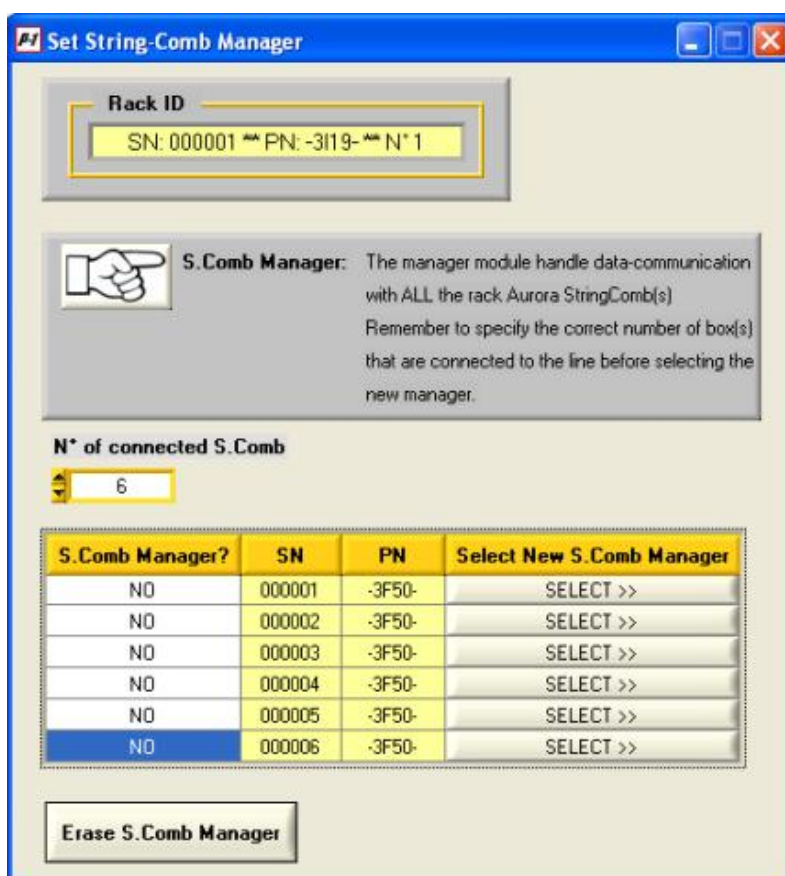

Figura 18-6 : Scelta dello StringComb Manager
- Il numero di moduli presenti nel rack (Module N.), la modalità di funzionamento (Mode) e il numero di string-box connesse (S.Comb N.). Tramite [**Set S.Comb Manager**] si accede al menu (Figura 18-6) tramite il quale, premendo il tasto [**SELECT>>**], si assegna al modulo corrispondente la gestione ed il monitoraggio delle PVI-STRINGCOMB.